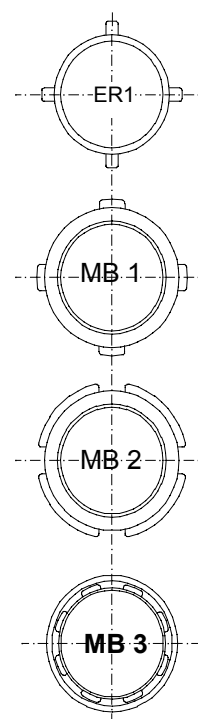

Abb. 5
- 3.3 Sicherstellen, daß es sich tatsächlich um eine MB 3 Meßstelle handelt. MB 3 Unterputzzähler unterscheiden sich von früheren Typen durch die Zählwerksaufschrift **Minomess MB 3**, den Gewinding mit 8 Klauen und das innenliegende Verschlußgewinde (siehe Abb. 5). Beim ER1 paßt Meßeinsatz Minolist ER1, beim MB 1 paßt Meßeinsatz Minomess MB 2 mit Umbausatz, beim MB 2 paßt Meßeinsatz Minomess MB 2 und beim MB 3 paßt Meßeinsatz Minomess MB 3.